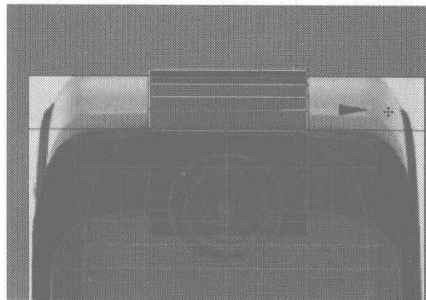
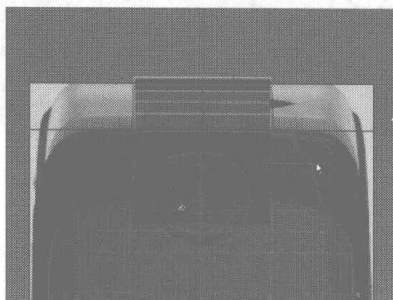

图 4.201
图 4.202
- 28** 在 Front 视图中调整面片物体上的节点到如图 4.201 所示的位置, 并添加如图 4.202 所示的细分线。